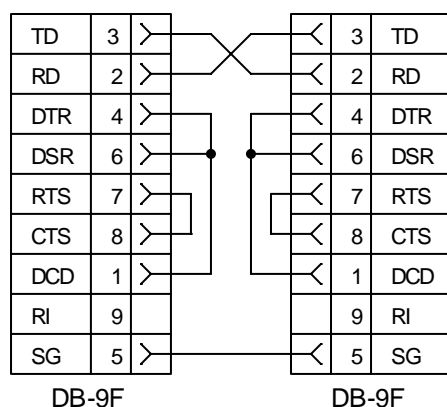

Рисунок 16. Схема минимального нуль-модемного кабеля RS-232.
- 3.1. Если подключенное по последовательному кабелю к SBT_COM устройство не поддерживает аппаратное управление потоком, то для корректной работы следует замкнуть между собой сигналы RTS и CTS, исходящий и входящий сигналы адаптера соответственно. Для подключения к DTE такого типа можно, например, использовать минимальный нуль-модемный кабель (Рисунок 16).